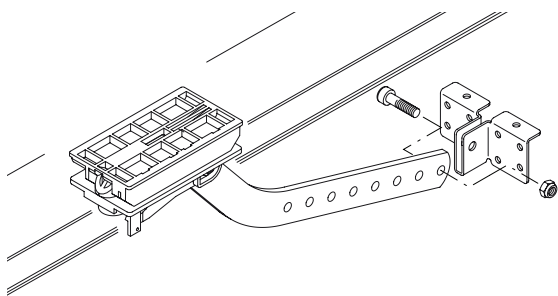

Fig.25
8) Appliquer l'étrier de fixation de la porte à l'étrier courbé JMP. 7 comme représenté en figure 25, en le bloquant avec la vis et l'écrou.